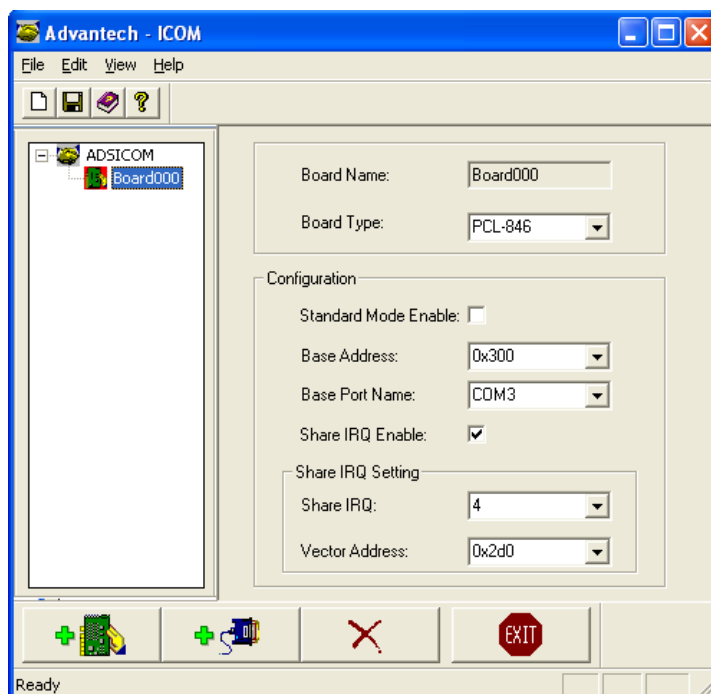

Рисунок 3 - Конфигурация платы расширителя портов
- 4) Добавьте первую плату и выполните для нее первоначальную настройку. Для этого нажмите кнопку  внизу экрана. Параметры установите в соответствии с рисунком Рисунок 3. Далее нажмите кнопку  для добавления портов;